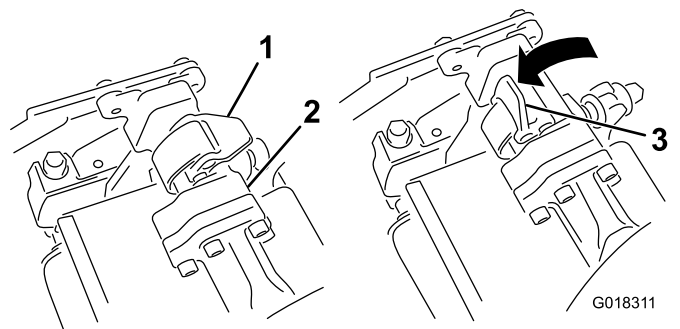
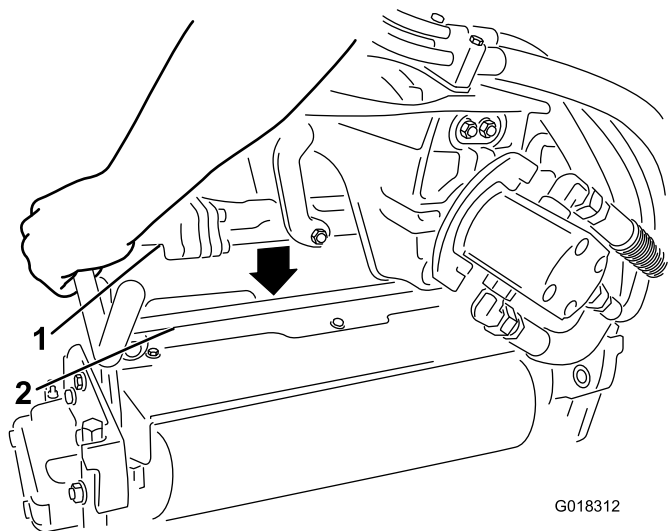

Figura 3
Figura 4
3. Com os trincos na barra do braço de suspensão a apontar para cima (Figura 3), empurre o braço de suspensão para baixo de forma a que a barra passe pela barra através da parte superior da unidade de triplo-rolo (Figura 4).
4. Feche os trincos para baixo e em redor da unidade de triplo-rola e bloqueie-os no sítio (Figura 3).